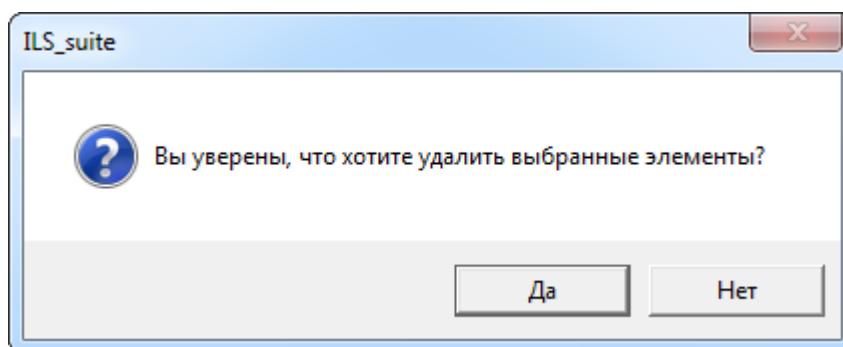

Рис. 21-2 – Диалоговое окно при удалении ресурса
5) В открывшемся диалоговом окне нажать «Да» для подтверждения действия (рис. 21-2).